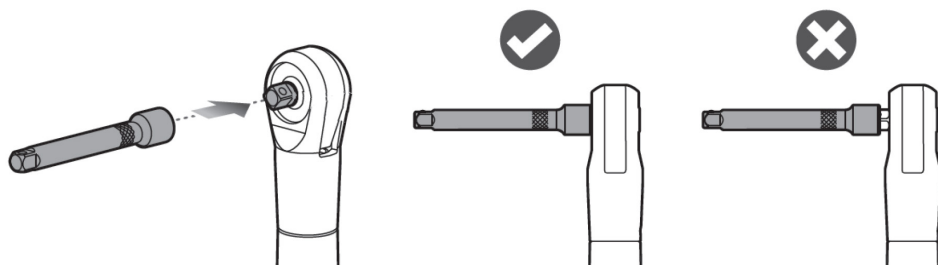

Рис. 5
- Убедитесь, что оснастка надёжно зафиксирована на хвостовике шпинделя. (рис. 5).